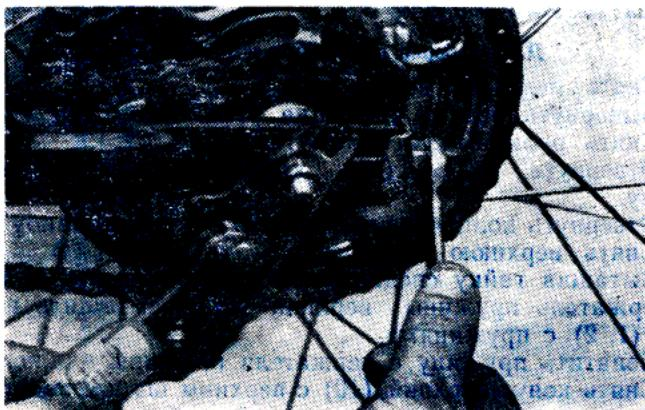
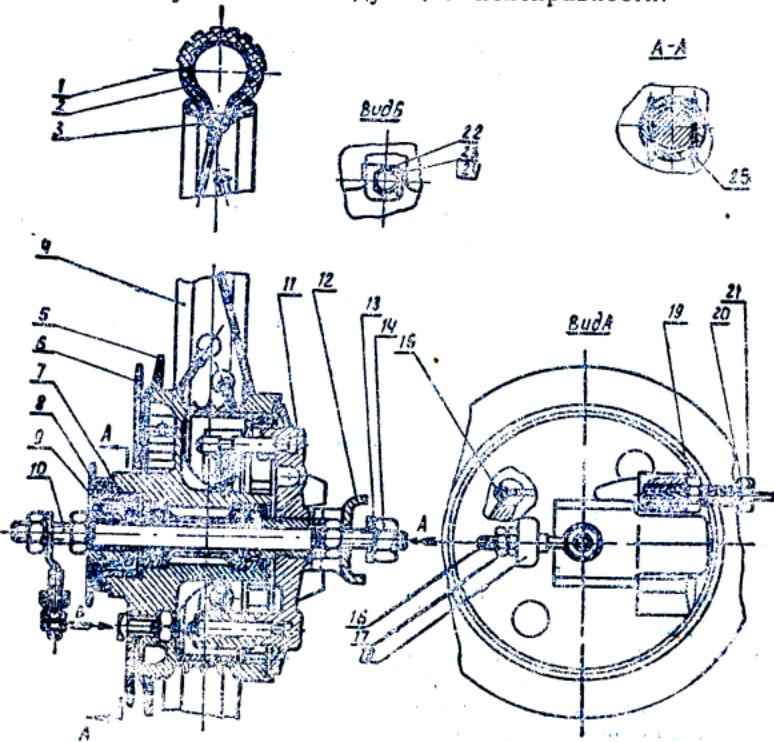

Рис. 12.
Рис. 19. Колесо заднее.
1. Отвернуть гайку (1 рис. 12) и отведя натяжку цепи ослабить цепь ножного привода.
2. Ослабить гайки заднего колеса (14 рис. 19) с двух сторон.
3. Отпустить контргайки (17) с обеих сторон.
4. Вращением регулировочных гаек (2 рис. 12) с обоих сторон натянуть моторную цепь. Завернуть контргайки.